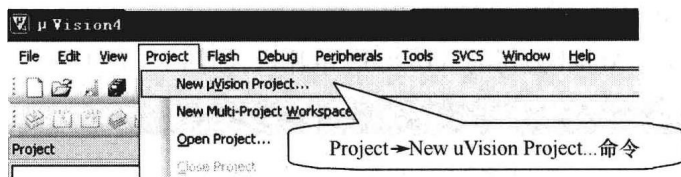

图 1-8 建立项目
(5)开始建一个项目。执行菜单 Project 功能下的 New uVision Project... 命令,如图 1-8 所示。